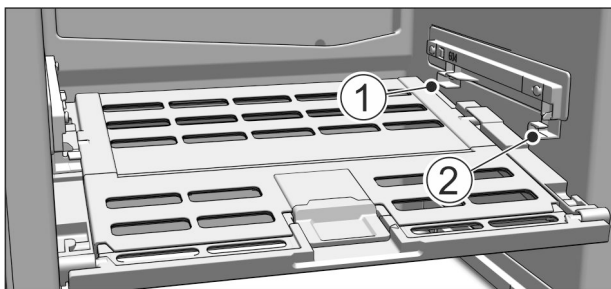

Fig. 51
- Deckel Fruit & Vegetable-Safe einsetzen: Deckelstege von unten in die hintere Halterung Fig. 51 (1) einführen und vorne in die Halterung Fig. 51 (2) einrasten.